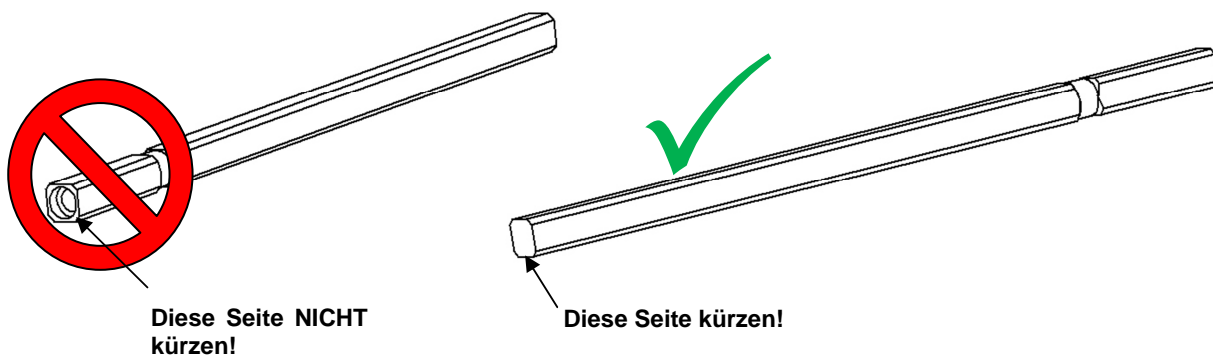

Abbildung 10: Antriebswelle kürzen
Kürzen Sie die Antriebswelle (2) nur auf der **nicht** gebohrten Seite (siehe Abbildung 10)!